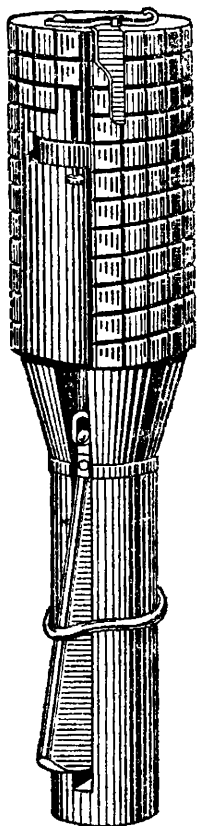

Рис. 19. Общий вид гранаты обр. 1914/30 г.
25. Ручная граната обр. 1914/30 г. (рис. 19) принадлежит к типу осколочных наступательно-оборонительных гранат дистанционного действия. Запал гранаты воспламеняется в момент броска ее, граната